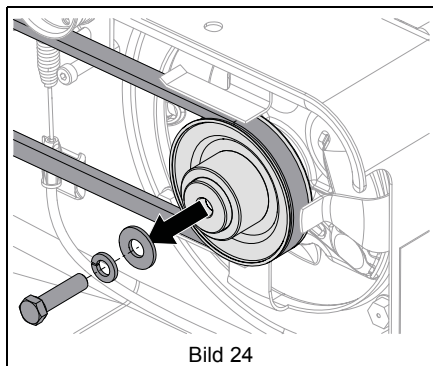

Bild 24
Se Bild 24.
2. Fäst motorblockskivan med en plan stålbricka, en låsbricka och en sexkantskruv. Dra åt 33.9 – 47.5 N•m (25 – 35 lb-ft). Se Bild 24.